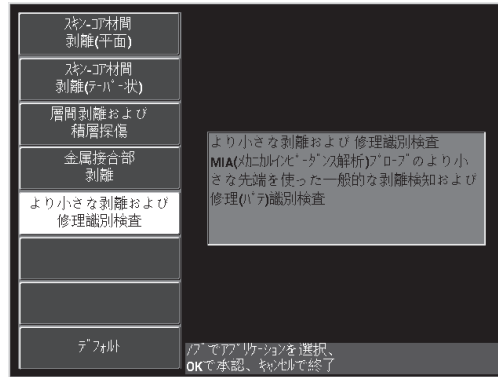

図 6-23 Smaller Disbonds and Repair Identification (小さな欠陥と修理部分の識別) アプリケーション
3. **Smaller Disbonds and Repair Identification (小さな欠陥と修理部分の識別)** アプリケーションを選択し、✓ を押して受け入れます (149 ページの図 6-23 参照)。